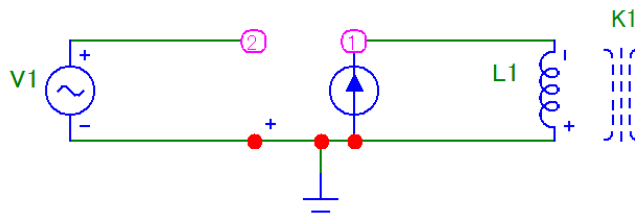

Рис. 2. Схема исследуемой цепи.
2.2. В соответствии со своим номером варианта выпишите значения параметров элементов исследуемой цепи (рис. 2).